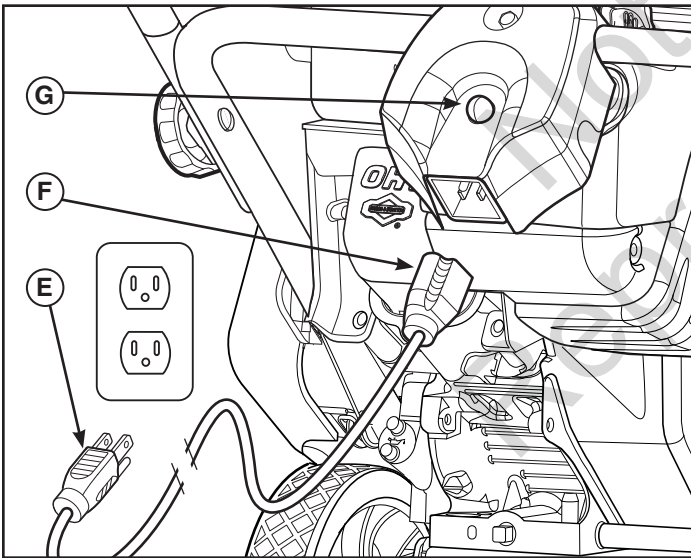

Figure 6
- Démarrage électrique** : Branchez d'abord la rallonge (E, Figure 6) sur la prise du cordon d'alimentation (F) et ensuite sur une prise de courant murale. Si un autre cordon de raccordement est nécessaire, assurez-vous qu'il est trifilaire.
- Démarrage électrique** : Appuyez sur le bouton-poussoir (G) du démarreur. Après avoir démarré le moteur, débranchez d'abord la rallonge de la prise murale, puis de la prise du cordon d'alimentation.